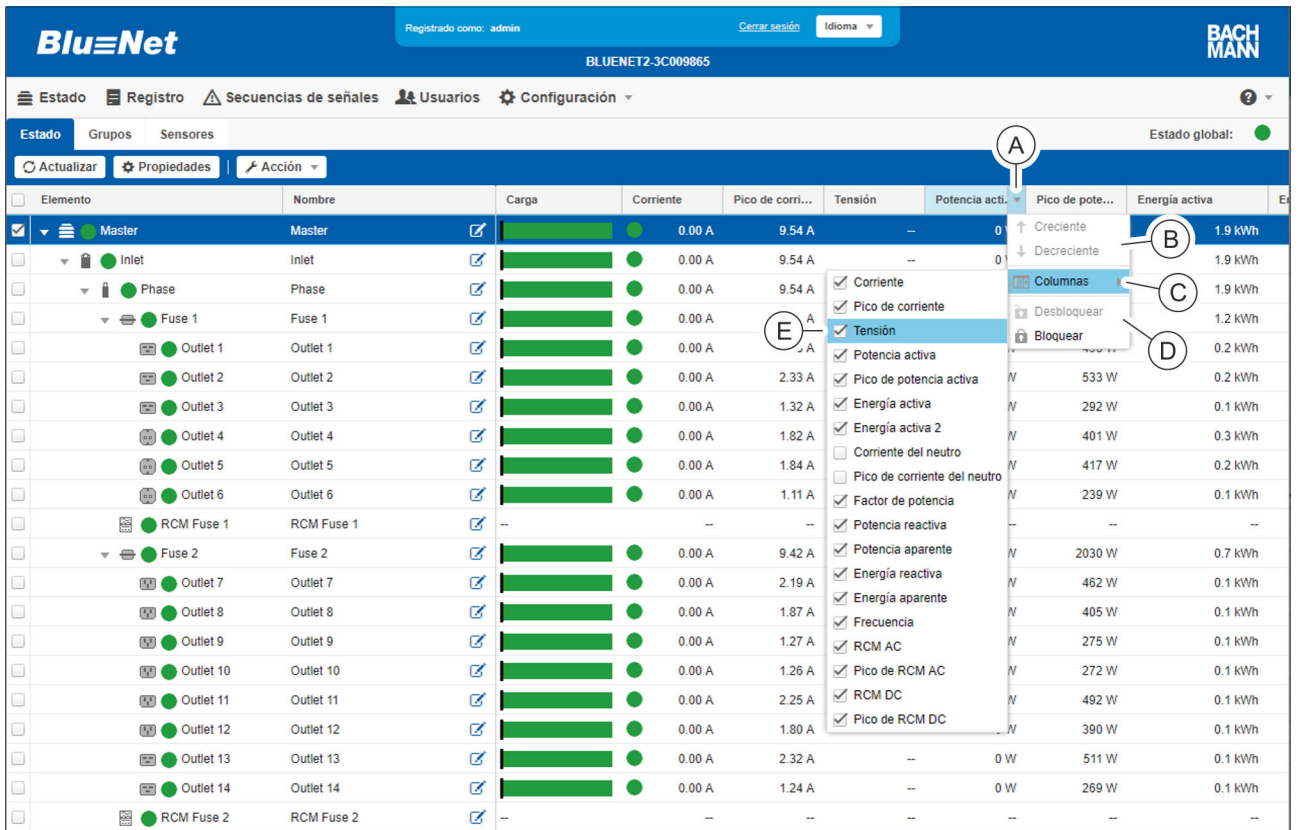

Fig. 94: Cambiar el agrupamiento de determinados valores medidos
1. ➔ Mueva el cursor del ratón hasta la línea de títulos de los valores medidos (Fig. 94/Ⓐ).
2. ➔ Con el punto de menú "Desbloquear" (Fig. 94/Ⓓ), desbloquee la columna.
4. ➔ Con el punto de menú "Creciente" o "Decreciente" (Fig. 94/Ⓑ), cambie el orden de los parámetros.
6. Con el punto de menú "Columnas" (Fig. 94/Ⓒ) muestre u oculte los parámetros que desee haciendo clic en la casilla de verificación correspondiente (Fig. 94/Ⓔ).
7. Con el punto de menú "Bloquear" (Fig. 94/Ⓓ), vuelva a bloquear la columna.